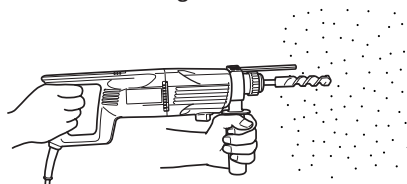

Fig. 7
- (1) Montar la broca.
- (2) Presionar el interruptor de gatillo después de poner la punta de la broca en la posición para taladrar. (Fig. 7)
- (3) No es necesario presionar con fuerza la broca. Presionar ligeramente la broca de forma que el polvo producido al taladrar salga al exterior gradualmente.
- Cuando la broca toque una barra de hierro de construcción se detendrá inmediatamente y el martillo perforador tenderá a girar. Por lo tanto, sujetar el mango lateral y sostenerlo firmemente como se ilustra en la Fig. 7.